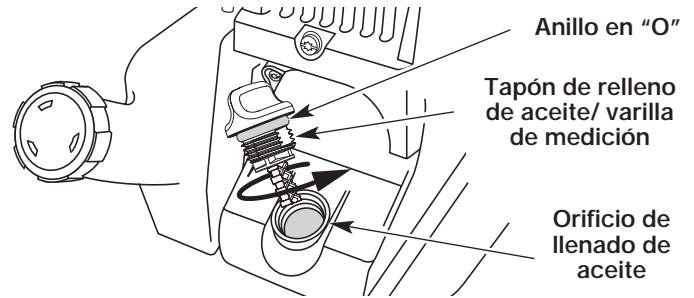

Fig. 19
**NOTA:** Verifique que el anillo en O esté en su lugar en el tapón de relleno de aceite / varilla de medición cuando mida y cambie el aceite (Fig. 19).